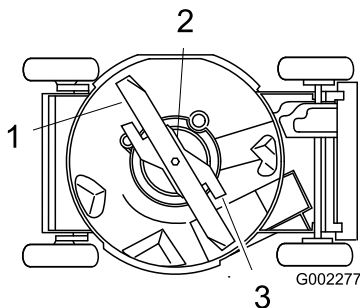

Figura 28
4. Vuelque el cortacésped hacia su lado **izquierdo** (limpiador de aire hacia arriba) (Figura 28).